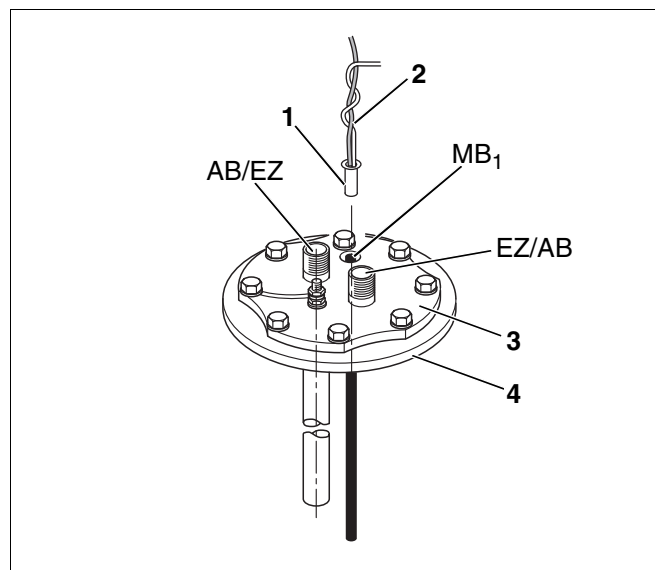

Fig. 8 Point de mesure MB₁ (doigt de gant chargement complémentaire chaudière)
Montage de la sonde d'eau chaude sanitaire (fig. 8):
- Introduire la sonde (fig. 8, **pos. 1**) avec le câble de guidage (fig. 8, **pos. 2**) jusqu'à la butée. Le câble de guidage se trouve sur le point de mesure MB₁.